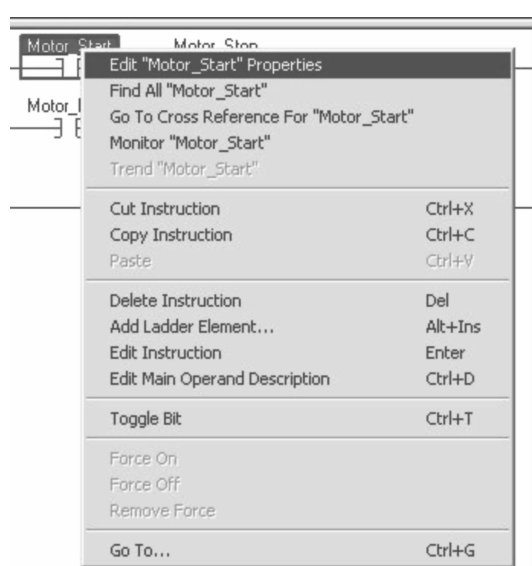

图 6-12 选择“编辑项目”条目
2. 右键单击标签 Motor_Start，并选择“编辑‘Motor_Start’属性”（Edit ‘Motor_Start’ Properties），如图 6-12 所示。